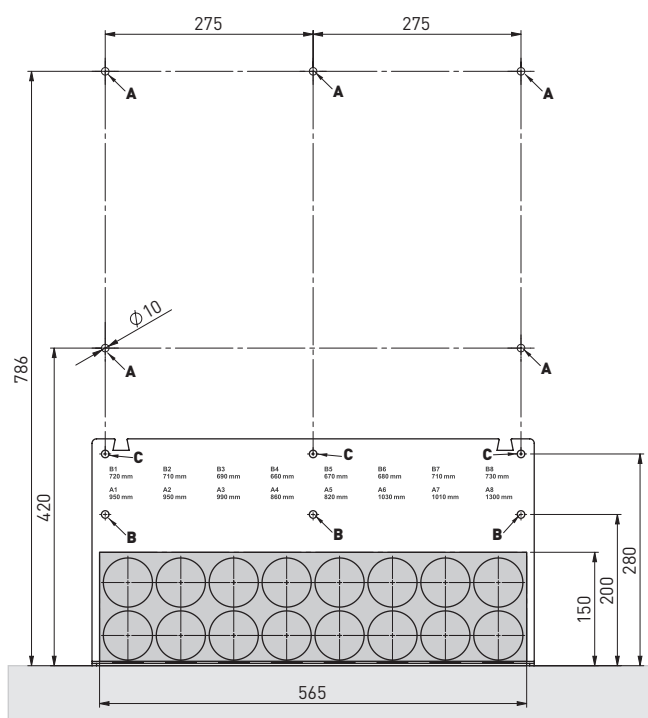
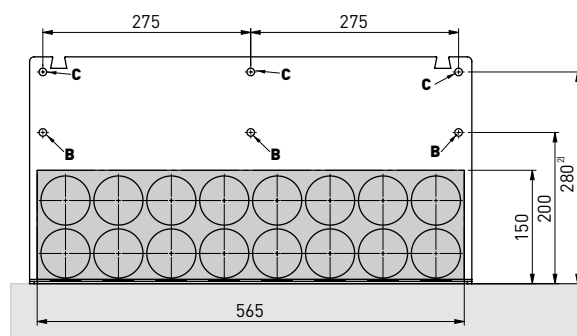

Fig. 17 Perçage des trous de fixation et exécution du passage 565 x 150 mm
Fig. 18 Perçage des trous de fixation pour le passage de tuyau dans le silo
- Percer des trous de fixation de  $\varnothing 10$  mm (chevilles F10) pour l'unité de commutation et de  $\varnothing 8$  mm (chevilles F8) pour les deux passages de tuyau conformément au croquis des Fig. 17, Fig. 18.
- Réaliser le passage (565 x 150 mm) de tuyau – Fig. 17.